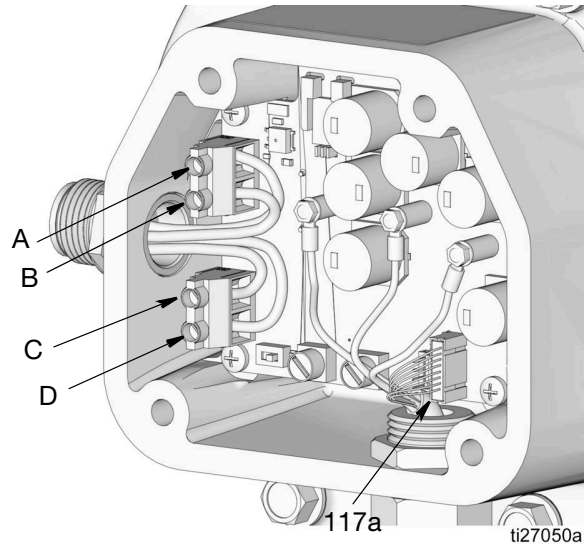

图 67
7. 从电机控制板断开传感器电缆 (117a) 连接 (图 67)。
8. 断开电源与电源输入 (A 和 B) 以及泵控制器接头 (C 和 D) 的连接 (参见图 67 和控制面板, 第 13 页)。
2. 将电源与电源输入 (A 和 B) 以及泵控制器接头 (C 和 D) 连接 (图 67 和 A、B、C、D, 第 13 页)。用 5.5-7 英寸磅 (0.62-0.79 牛·米) 的扭力拧紧。